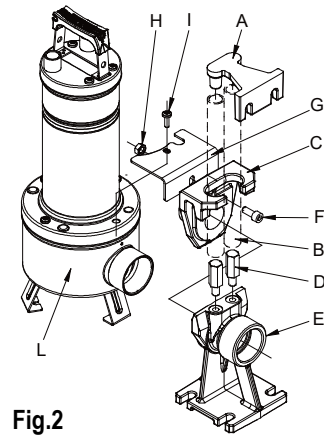

Fig.2
Vid fast installation rekommenderas användning av lyftanordningen DSD2 (tillval - Fig. 2) för att underlätta underhållsarbetet på elpumpen. Genom att placera lyftanordningen mellan elpumpens utloppsmunstycke och röret behöver utloppsröret inte demonteras vid underhållsarbetet. DSD2-anordningen består av fem delar samt ytterligare en som inte medföljer (3/4" rör):
Ta bort den övre skruven från flänsen på trycksidan (I). Montera rotationsspärrbygeln (G). Sätt tillbaka skruven (I). Dra ut sliden från anslutningsfoten och anslut sliden till pumpens utloppsmunstycke. Fäst sliden vid pumpen med skruven F och muttern H enligt figuren. Sätt tillbaka sliden och pumpen på foten (Fig.2)